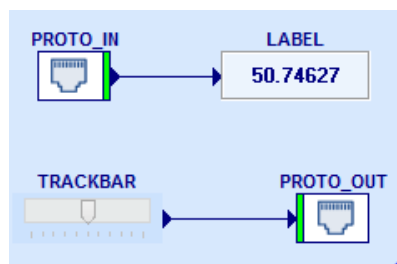

Рис. 77. Собранная схема для тестирования работы блоков протокола TCP
15. В случае удачного соединения блоки **PROTO\_IN** и **PROTO\_OUT** подсвелятся зеленым (как показано на рис. 77).